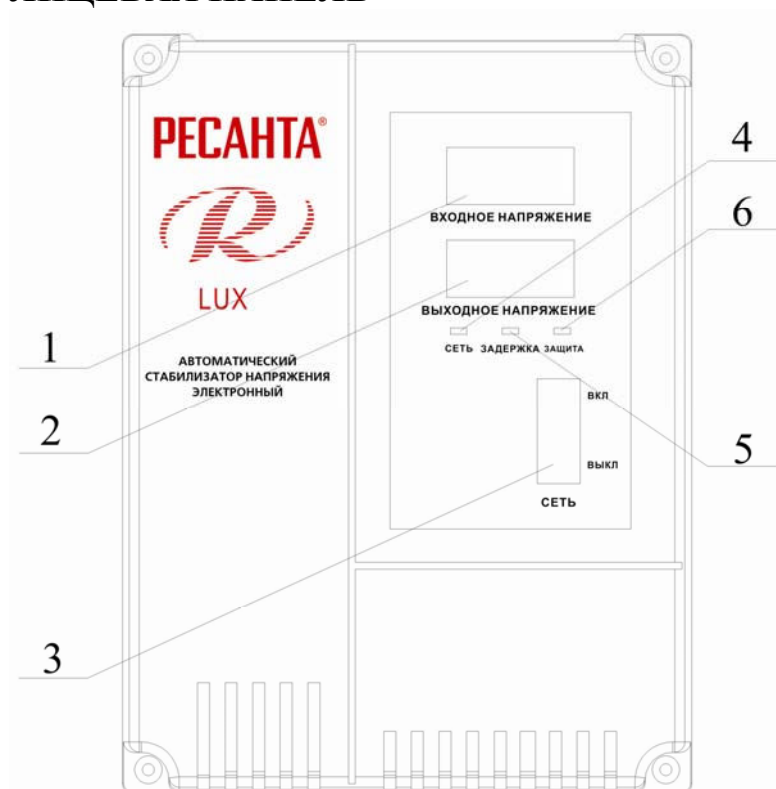

РИС. 2
- Убедиться в том, что выключатель (рис. 2, поз. 3 ) находится в положении «выкл»;
- Перевести выключатель (рис. 2, поз. 3 ) в положение «вкл» на 10 секунд;
- Дисплей (рис. 2, поз. 2 ) должен показывать 220 В при работе стабилизатора в штатном режиме;
- Перевести выключатель (рис. 2, поз. 3 ) в положение «выкл».
- Установить выключатель (рис. 2, поз. 3 ) в положение «вкл».
1. Не горит индикатор «сеть»	1. Стабилизатор не подключен к сети. 2. Проверить, включен ли выключатель (рис. 2, поз. 3).